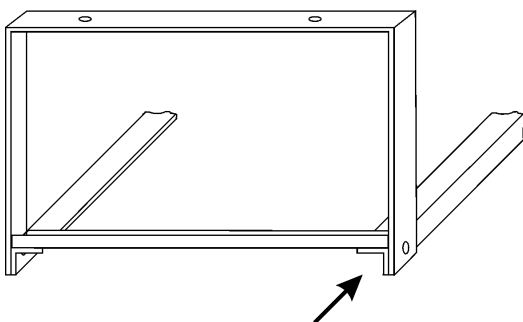

Bild 13: Befestigung eines Wandhalters an der Konsole bei Montageart B), Ansicht von oben
- Dabei die Bügel entgegengesetzt zu Montageart A) anbringen (**Bild 13**).